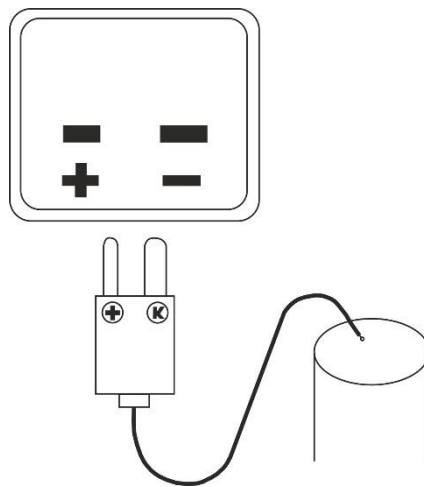

Fig. 5: Insertion sonde type K sur l'instrument
1. Ouvrir le couvercle de protection de la borne d'entrée (voir Fig. 1 - partie 8) et insérer la sonde de type K en respectant les polarités indiquées (voir Fig. 5)